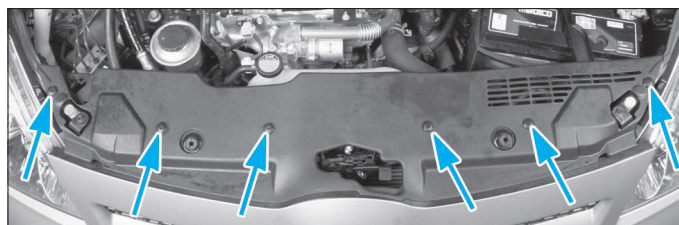

FIG. 1
- Déposer l'enjoliveur de traverse supérieure de support de radiateur (6 clips) (fig. 1).